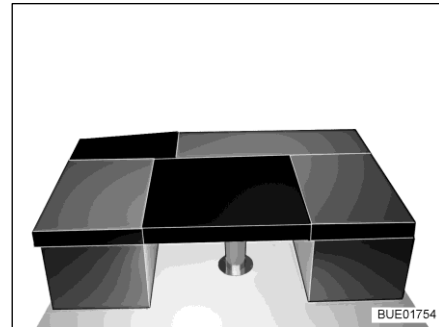

Fig. 165 Après la transformation
- Poser le coussin supplémentaire rectangulaire sur la table (entre les coussins d'assise des banquettes, voir Fig. 165).